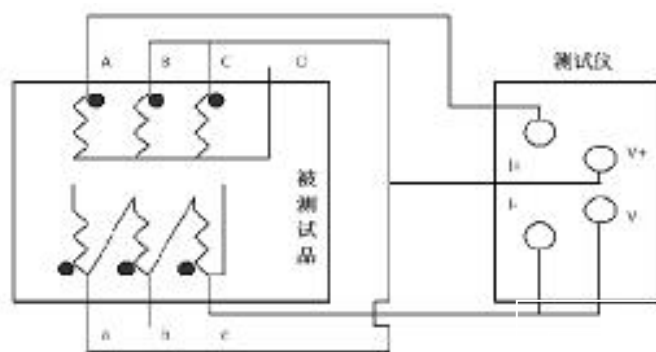

图 3
### B、助磁法接线，如图 3~5（适用于 Y (N) -d-11 联接组别）。
对于大容量的变压器的低压侧测量时, 直流电阻测试仪的最大电流比较小, 或者为了加快测量速度, 可选择助磁法测量。上图中, 图 3、图四 4、图 5 分别为助磁法测量低压  $R_{ac}$ 、 $R_{ba}$ 、 $R_{cb}$  的接线方法